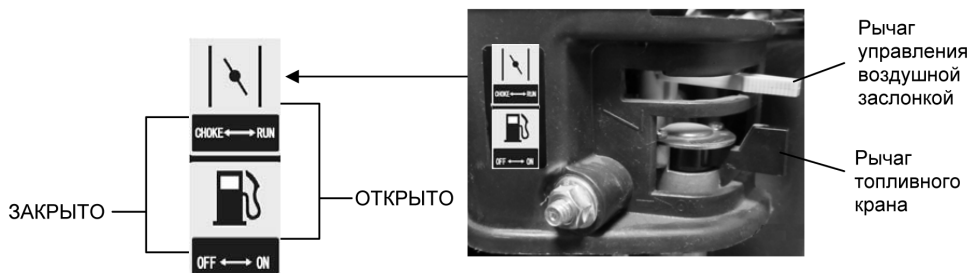

Рис. 7
1. Поставьте рычаг топливного крана в положение «ОТКРЫТО» (Рис. 7)
2. При запуске холодного двигателя переведите рычаг управления воздушной заслонкой в положение «ЗАКРЫТО» (рис. 7). Не закрывайте воздушную заслонку, если двигатель прогрет